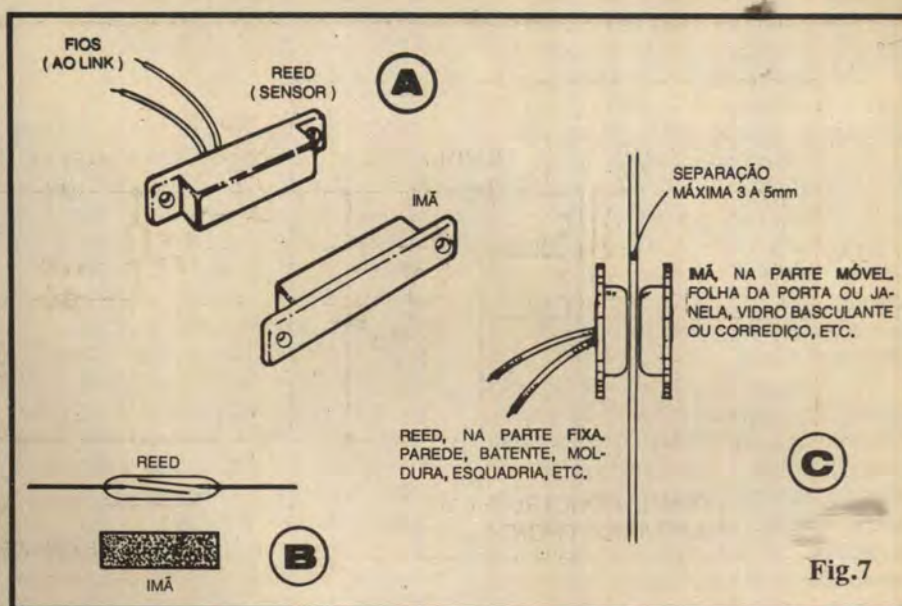

Fig. 7
- - Quantos conjuntos de sensores Normalmente Fechados, tipo REED-imã, sejam necessários para compor os links de proteção (ver FIGS. 7 e 8)
- FIG. 7 - DETALHANDO OS SENSORES "N.F." DOS LINKS - Os *links* (elos) de proteção são formados por conjuntos/série de interruptores de lâminas, magneticamente acionados pela proximidade de respectivos ímãs (também conhecidos pelo nome genérico de "conjuntos REED/ímã"...). Tais conjuntos poderão ser em qualquer número, normalmente com as reais quantidades condicionadas por "quantas portas e janelas" se pretende proteger